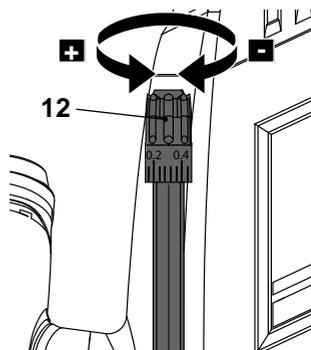

Fig. 17
- > Utilisez la molette de réglage fin de la profondeur [12] pour régler avec précision la profondeur de coupe (Fig. 17).